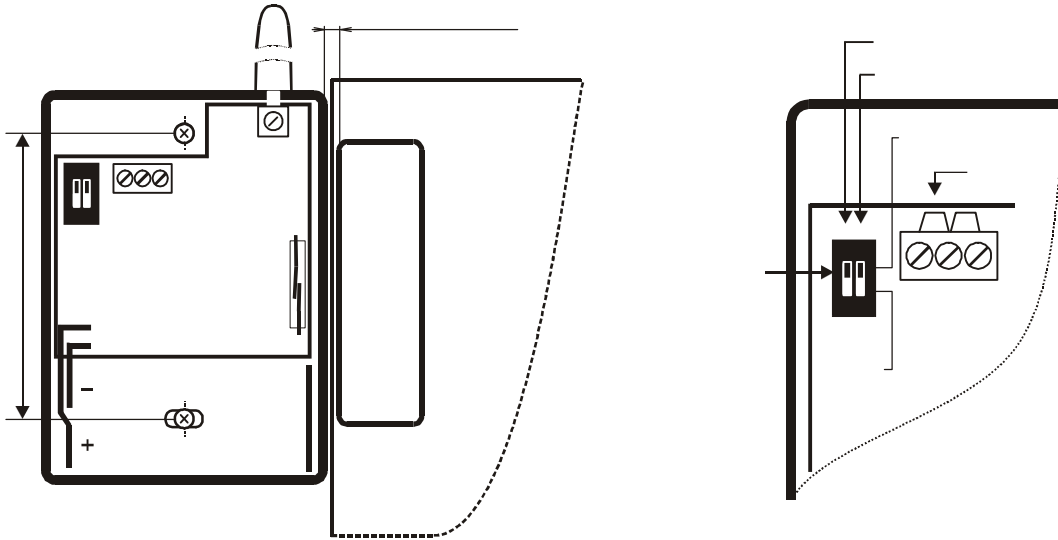

Fig. 8
- Montera magneten med de medföljande skruvarna på fönster eller dörrblad, och sätt på kåpan. Springan mellan detektorn och magneten får ej överstiga 5mm när dörren är stängd (se fig. 8).
- Dip switch no. 2 skall vara i OFF position. Se fig. 8.